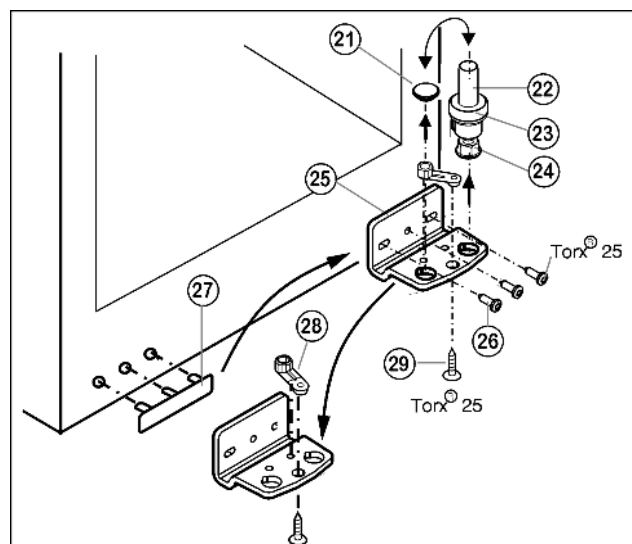

Fig. 6
- Drag ut lagerbult Fig. 6 (22) komplett, med platta Fig. 6 (23) och justeringsfot Fig. 6 (24), uppåt.
- Lyft ur pluggar Fig. 6 (21).
- Skruva bort lagerbocken Fig. 6 (25).
- Skruva bort lagerdelen Fig. 6 (28) och flytta den till motsatta monteringshål på lagerbocken, skruva fast den igen.
- Lyft täckbrickan på handtagssidan Fig. 6 (27) försiktigt och flytta den till motsatta sidan.
- Skruva fast lagerbocken igen Fig. 6 (25) eventuellt med en skruvdragare på den nya gångjärnssidan (**med 4 Nm**).
- Sätt i pluggen Fig. 6 (21) i det andra hålet.
- Sätt tillbaka lagerbulten Fig. 6 (22) komplett, med platta och justeringsfot. Kontrollera därvid att skåran pekar bakåt.
- ▶ Lyft ur pluggen (33) från dörlagerbussningen och flytta den.
- ▶ Demontera handtag (32), pluggar (33) och tryckplattor* (34) och flytta dem till motsatta sidan.
- ▶ Sätt på dörren på nedre lagerbult Fig. 6 (22).
- ▶ Sätt i övre lagerbock (12) i dörren på den nya gångjärns-sidan.
- ▶ Skruva fast övre lagerbock (12) (med 4 Nm) (2 gånger Torx® 25) (13). Borra eventuellt upp skruvhålen eller använd skruvdragare.
- ▶ Sätt fast täckbrickan (10) och täckbricka (11) på motsatta sidan.
- ▶ Rikta in dörren med de båda avlånga hålen på nedre lagerbock Fig. 6 (25) i förhållande till skåpet. Skruva därvid ur skruven i mitten.